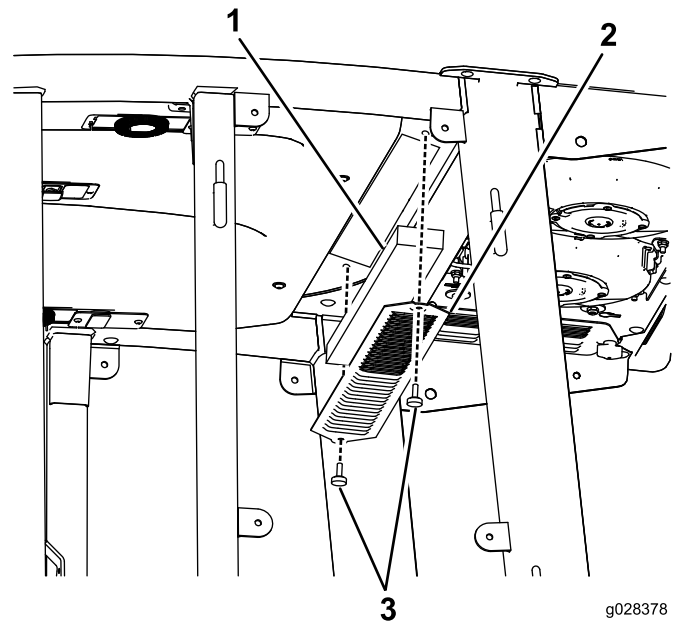
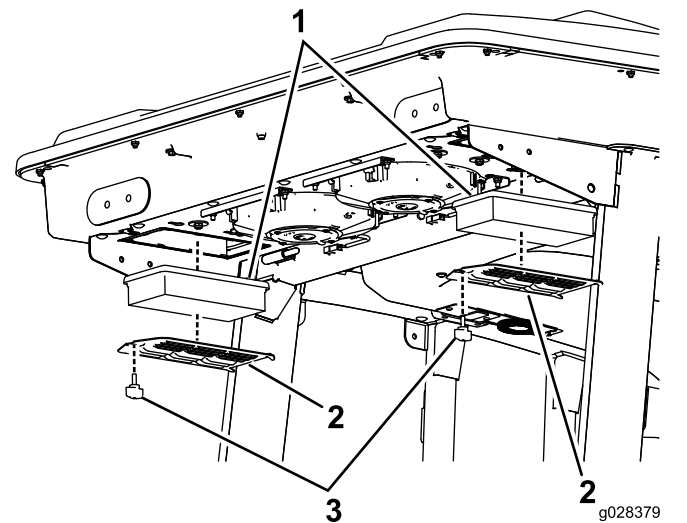
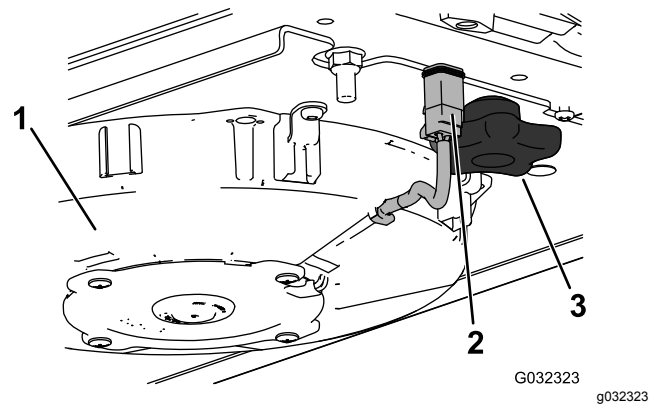
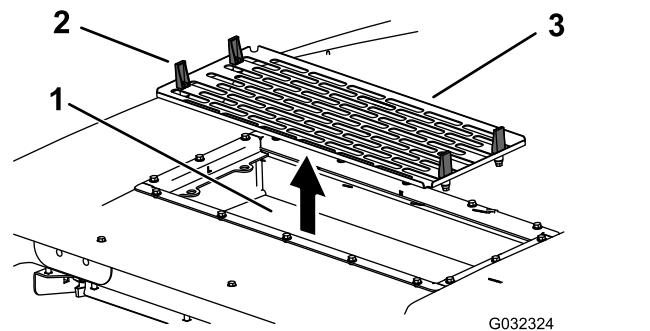

Figura 142
Figura 143
Figura 145
Figura 146
1. Remova os parafusos e as grelhas dos filtros de ar interior e traseiro da cabina (Figura 142 e Figura 143).
5. Retire os filtros de ar (Figura 143).
7. Instale os filtros de ar, painel e conjunto da ventoinha (Figura 143, Figura 145 e Figura 146).
8. Ligue o fio de cada uma das ventoinhas (Figura 145).